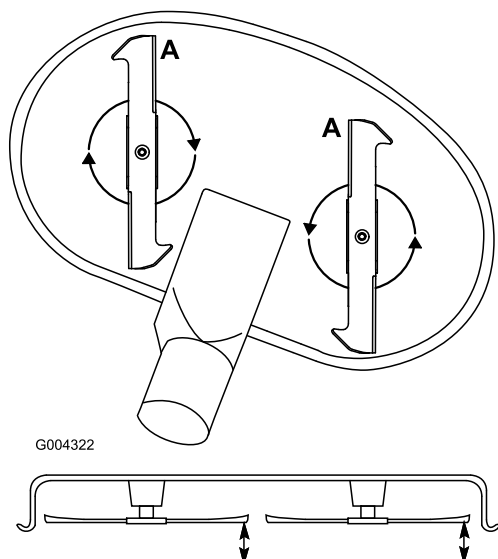

Figure 47
1. Tournez les lames dans le sens longitudinal (Figure 47). Mesurez la distance entre la surface plane et le tranchant (position A) des lames (Figure 47) et notez cette valeur.